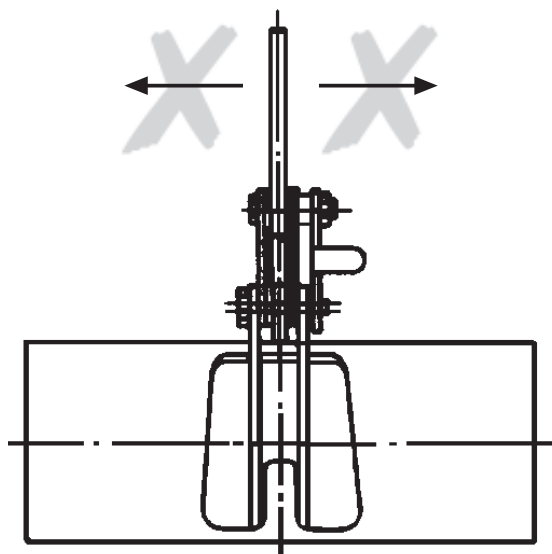

Fig. 3
- Está prohibido aplicar fuerzas laterales al dispositivo de elevación (Fig. 3).